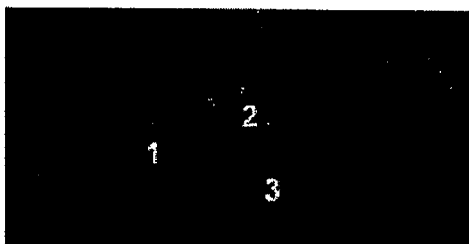
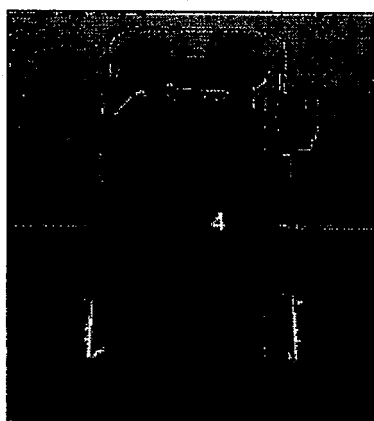

Fig. 7-3: Seguro para el transporte
Fig. 7-4: Montaje del seguro para el transporte
**Advertencia:** Para proteger el body-jet® evo contra daños, es imprescindible montar el seguro para el transporte antes de cada transporte en posición horizontal (Fig. 7-3).
El agujero del seguro para el transporte (2) en Fig. 7-3 debe desplazarse por encima del tubo de la chapa conductora de aire (4) en Fig. 7-4.